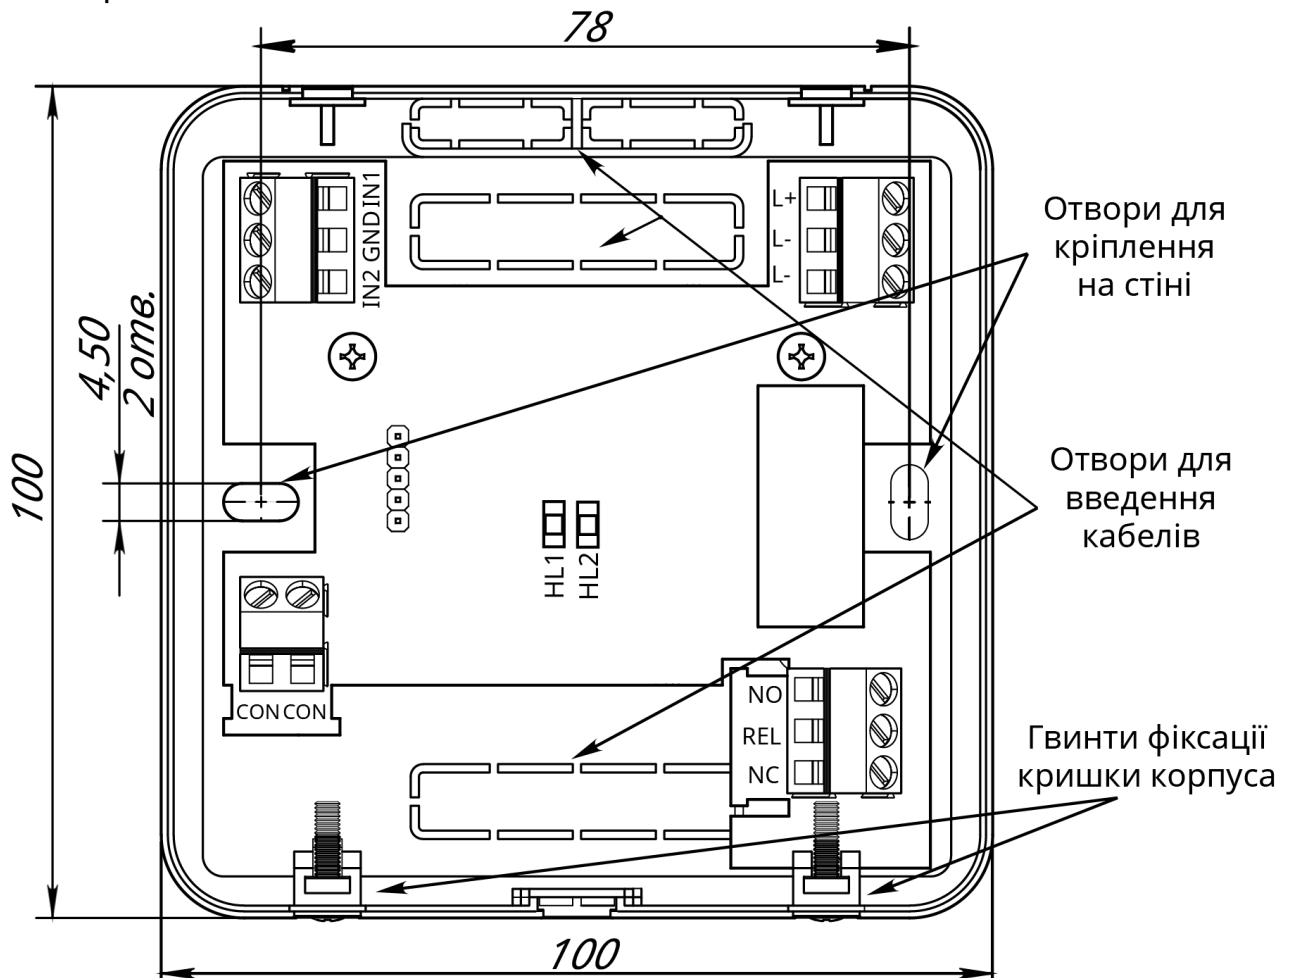

Рисунок 1 – Зовнішній вигляд пристрою зі знятою кришкою
Пристрій призначений для збільшення кількості входів і виходів СПСА. Пристрій випускають в пластмасовому корпусі. Зовнішній вигляд пристрою зі знятою кришкою наведено на рис.1.
4.1 Перелік клем та їх функцій наведений в табл. 1. Розташування клем пристрою показане на рис.1.
5.1 Для доступу до клем слід викрутити 2 гвинти на нижній стороні корпусу (рис.1) і зняти кришку. На рисунку 2 наведено підключення пристрою до АІ та лінії контролю 220 В, 50 Гц.